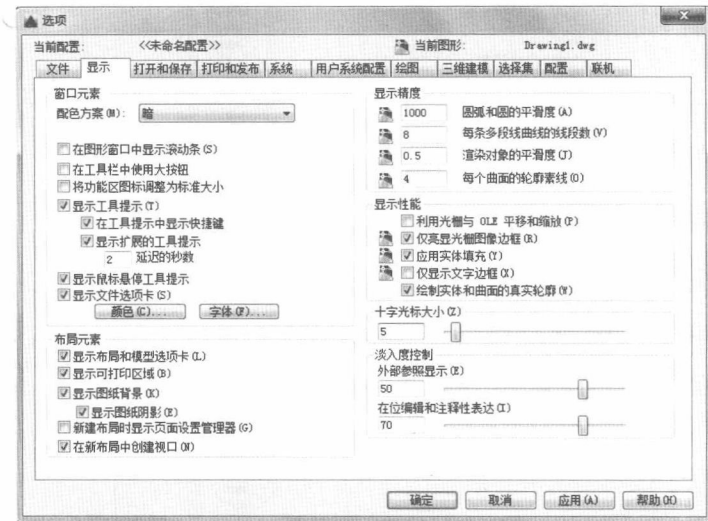

图 1-13 “选项”对话框中的“显示”选项卡
(1) 选择菜单栏中的“工具”→“选项”命令, 弹出“选项”对话框。
(2) 单击“显示”选项卡, 如图 1-13 所示。
在如图 1-13 所示的“显示”选项卡中拖动“十字光标大小”区的滑块，或在文本框中直接输入数值，即可对十字光标的大小进行调整。